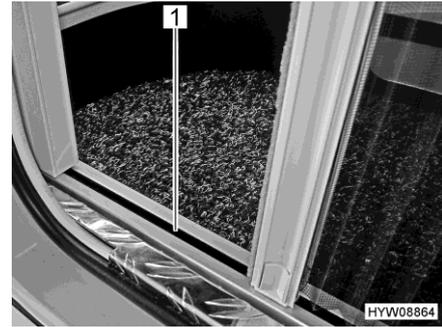

Bild 58 Insektenschutz (untere Führung)
- ▷ Griffleiste beim Schließen und Öffnen mit beiden Händen greifen. So verringert sich das Risiko, dass der Insektenschutz in den Führungen (Bild 58,1) verkantet.